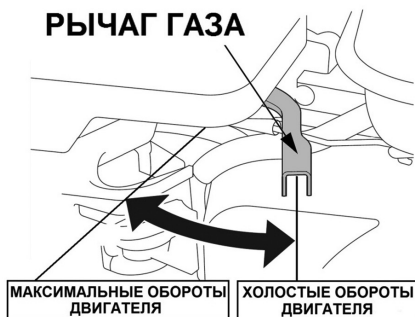

Рис. 20. Положения рычага газа
4. Переведите рычаг газа 5 (Рис. 1) на 1/3 хода в сторону положения максимальных оборотов двигателя (Рис. 20).